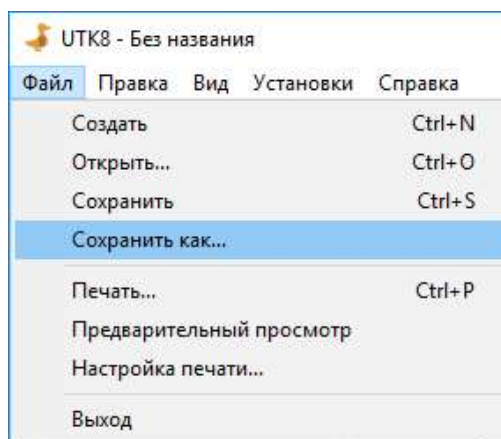

Рис. 6.18
3. Открыть меню **Файл** и выбрать пункт **Сохранить как...** (Рис. 6.18)
3. Открыть меню **Файл** и выбрать пункт **Открыть...**(Рис. 6.18).